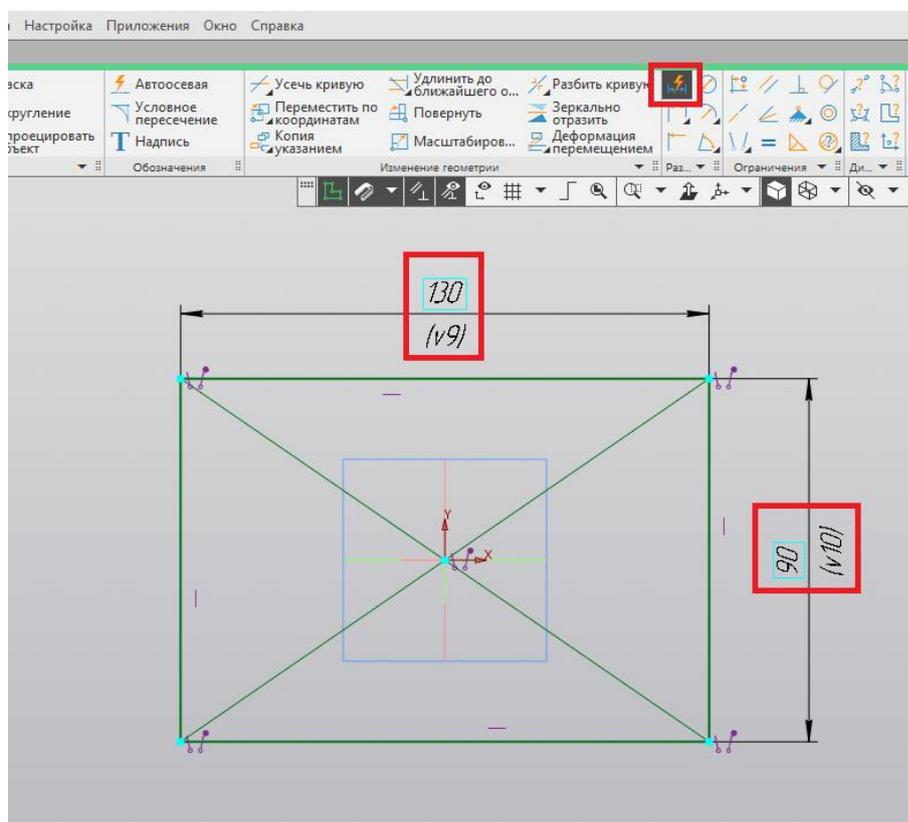

Рис. 132
4. Проставляем размеры основания при помощи команды «Авторазмер» (рис. 132).